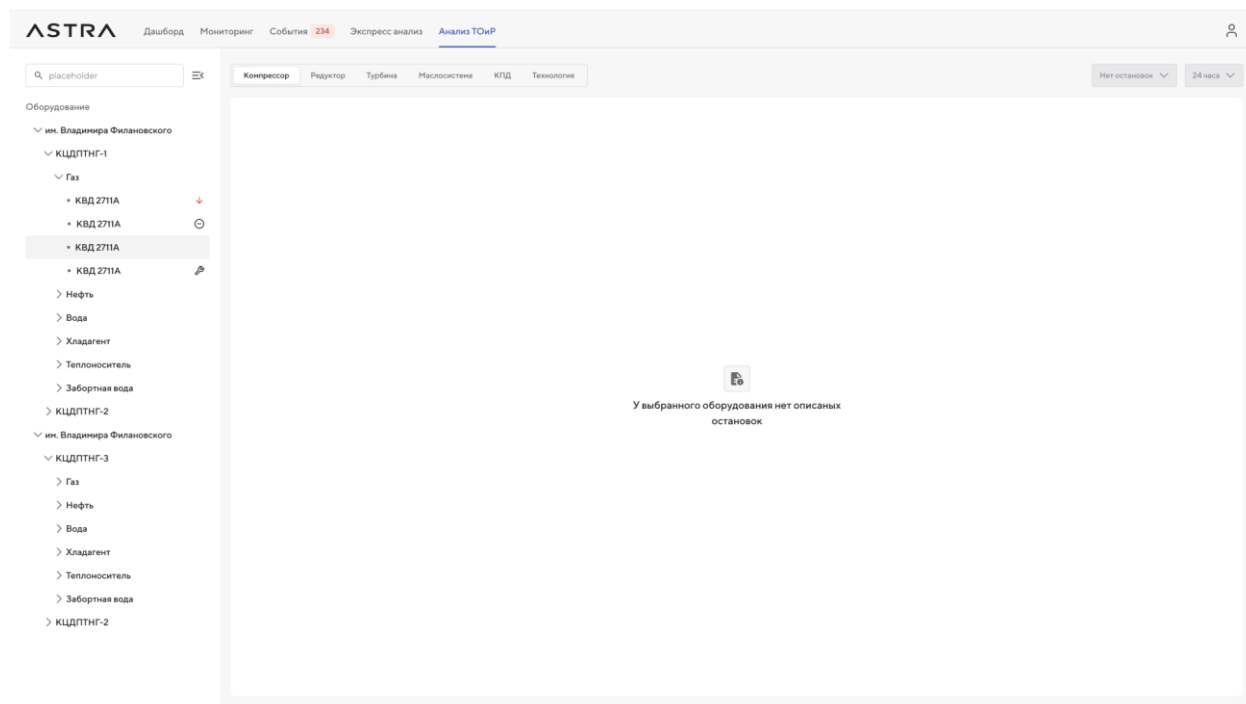

Рисунок 218 — Страница «Анализ ТОиР». Выбрана единица оборудования
Если в рабочей области выбрана единица оборудования, для которой нет описанных событий остановок, должно отображаться уведомление «У выбранного оборудования нет описанных остановок» (Рисунок 218).
2. В **Панели объектов** выберите единицу оборудования, по которому необходимо получить информацию. Откроется окно с предупреждением (см. Рисунок 218), если для выбранного оборудования не было зарегистрировано остановок.
2. В Панели объектов выберите единицу оборудования, по которому необходимо получить информацию. Откроется окно с предупреждением (см. Рисунок 218), если для выбранного оборудования не было зарегистрировано остановок.